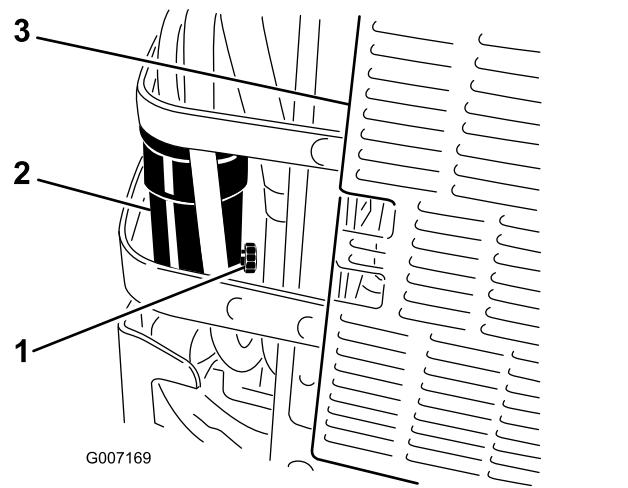

Figura 55
3. Coloque un recipiente debajo del separador de agua (Figura 55).
4. Abra la válvula de drenaje del separador de agua aproximadamente una vuelta para que se vacíen el agua y otros contaminantes (Figura 55).
- Cierre la válvula de drenaje cuando salga solamente diésel combustible (Figura 55).